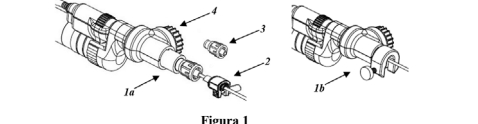

Figura 1
1. Se utilizar uma broca aspiradora de canal de trabalho (**Figura 1**), foi adicionado um mecanismo de controlo da profundidade com o luer (**1a**) ou um acessório MINOP exclusivo (**1b**) para o estabelecimento de interfaces com os endoscópios.